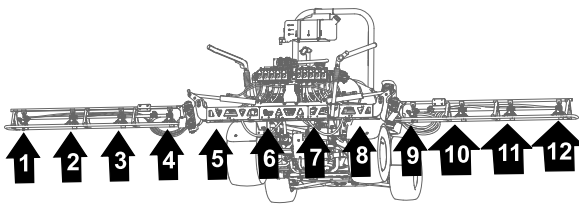
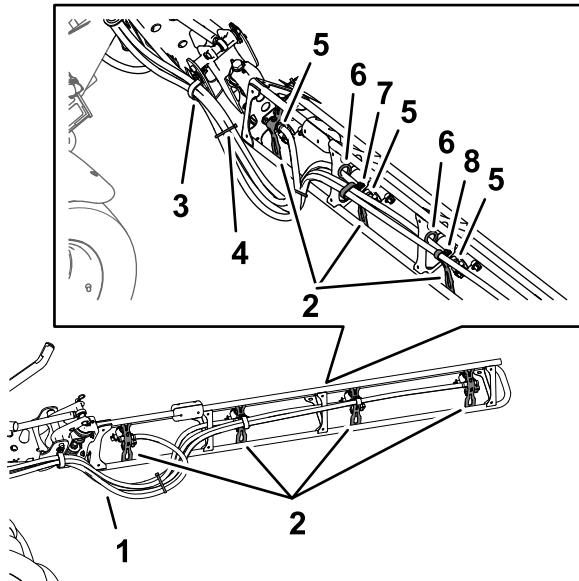

图129
图130
- 将喷嘴 1、2、3 和 4 的软管穿过中间喷洒段的左外侧端的 R 形夹图129 和 图130。
- 将喷嘴 7、8、9 和 10 的软管穿过中间喷洒段的右外侧端的 R 形夹图129 和 图130。
- 如图129 和图130 所示将 279cm 供水软管和宝塔软管柄 3/4 英寸沿喷洒段连接至喷嘴 1 和 10。
- 如图129 和图130 所示将 234cm 供水软管和宝塔软管柄 3/4 英寸沿喷洒段连接至喷嘴 2 和 9。
- 如图129 和图130 所示将 188cm 供水软管和宝塔软管柄 3/4 英寸沿喷洒段连接至喷嘴 3 和 8。
- 如图129 和图130 所示将 188cm 供水软管和宝塔软管柄 3/4 英寸沿喷洒段连接至喷嘴 4 和 7。
- 如 图130 所示用扎带把 4 个喷嘴软管扎在一起。